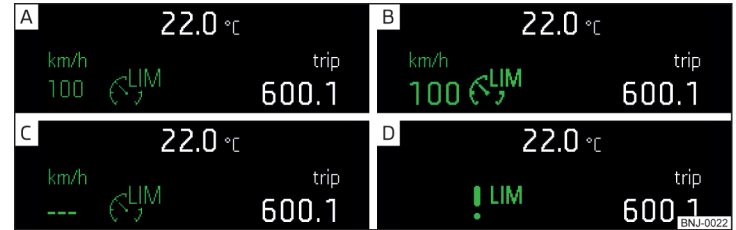

Abb. 278 Display des Kombi-Instruments: Beispiele für Zustandsanzeigen des Geschwindigkeitsbegrenzers
**Zustandsanzeigen des Geschwindigkeitsbegrenzers** » Abb. 278